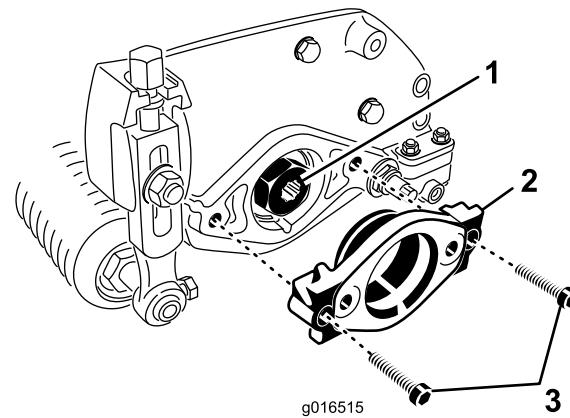

Figura 8
- Togliete le 2 viti a testa esagonale che fissano il supporto motore all'estremità sinistra dell'apparato di taglio. Rimuovete il supporto motore (Figura 8).
- Applicate del grasso sulla sezione interna della scanalatura di trasmissione (Figura 8).
- Sull'estremità sinistra dell'apparato di taglio applicate un leggero strato di olio sull'O-ring e montate il supporto motore con le 2 viti a testa esagonale rimosse in precedenza (Figura 8). Serrate le viti ad un valore compreso tra 16 e 20 Nm.